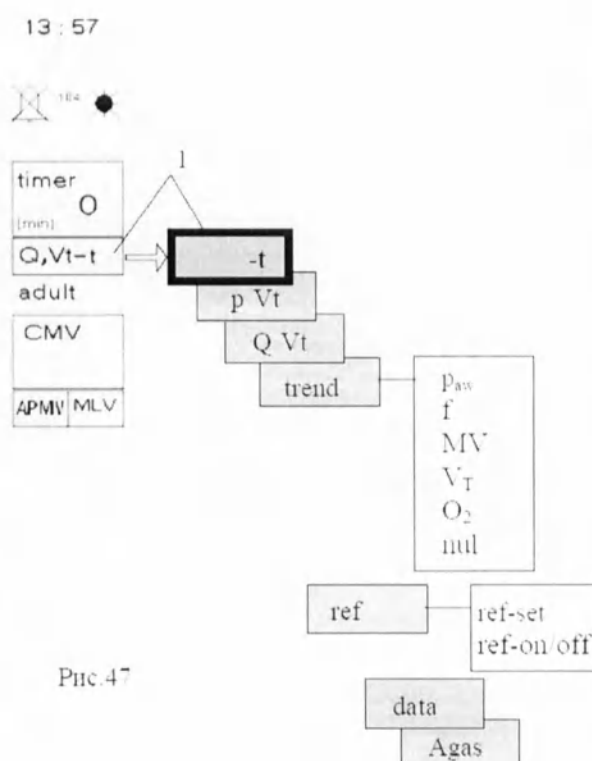

Рис.47
Переключение в другой режим изображения можно провести в состоянии, когда никакой другой параметр в данный момент не изменяется. Вращением поворотного-нажимного манипулятора, в информационном поле выбирается информационное окно (1) (рис. 47), которое находится в состоянии изображения Q, Vt - t.
Компьютер вентилятора сохраняет в памяти значения P_{aw} , f , MV , V_t , O_2 за последние 24 часа вентиляции в виде графических трендов. С помощью выбора «trend» (1), выбираем соответствующее окно (1-рис. 47), которое будет ограничено жирной зеленой линией, и подтверждаем нажатием клавиши ENTER. Последующим вращением поворотного-нажимного манипулятора, выбираем соответствующее значение из предложенных и подтверждаем нажатием на поворотный-нажимной манипулятор ENTER. Имеется возможность просмотреть трендовые
Переключение экрана в режим изображения CO₂-t можно произвести в состоянии, когда не редактируются другие параметры. Вращая поворотной-нажимной манипулятор, на экране выбирается информационное окно /1 – рис. 47/, которое ограничивается жирной